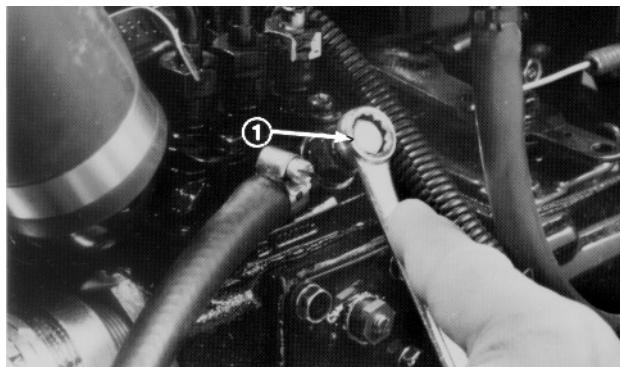

Fig. 13
- Aprire la vite di spurgo dell'aria sulla pompa di iniezione del carburante (Fig. 13) con una chiave da 10 mm.